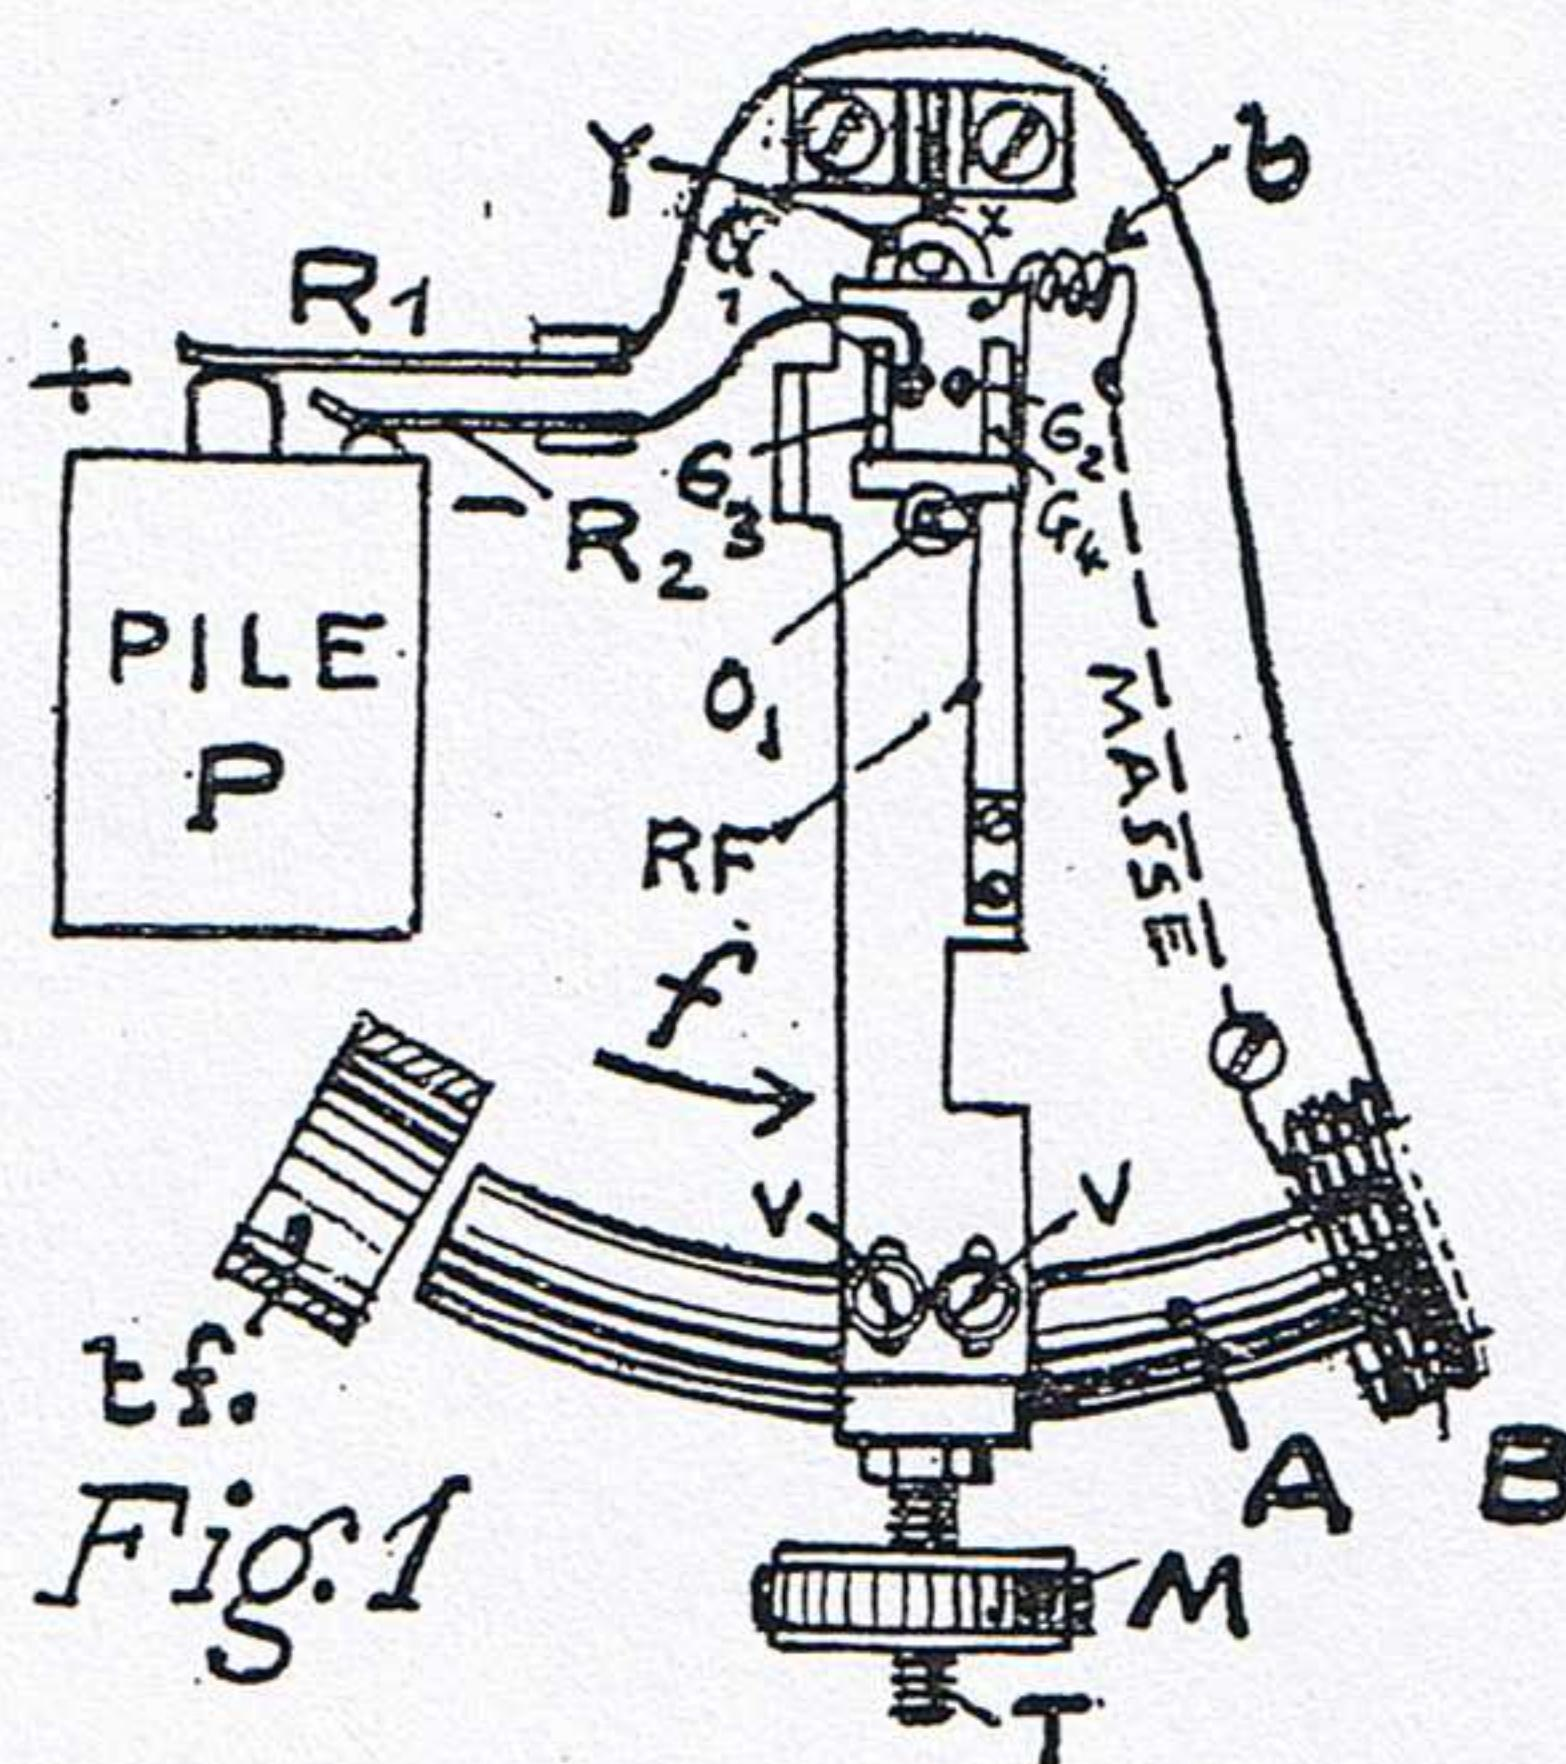

Fig. 1. -- Schéma général des mécanismes horaires « ATO » à courts balanciers
entre les goupilles G_2 et G_4 . Mais, seule, la goupille G_1 est montée sur une plaquette isolée électriquement, et reliée à la borne négative de la pile comme l'indique la fig. 1. Par suite, le courant ne passe que lors des contacts entre la goupille platinée G_1 et la goupille en or G_3 , ce qui permet de réaliser l'entretien des oscillations.
L'aiguille du milliampermètre doit se déplacer dès que le balancier se dirige dans le sens f . (fig. 1). On ne doit pas constater un grand retard du passage du courant par rapport au commencement des courses de sens f .
a) L'axe O_1 (fig. 1, 2 et 2 bis) doit être très propre, bien poli et tourner dans des trous bien huilés, afin que le frottement soit doux et que la rotation de la fourche formée par les goupilles G_3 et G_4 se fasse sans vibrations, ni saccades ;
c) *Retard des aiguilles.* — Pour que les aiguilles avancent régulièrement, il faut que la roue à rochet progresse de une dent à chaque course du balancier en sens f (fig. 1). Il faut donc qu'il ne se produise pas de ratés dans l'encliquetage.
Il faut s'assurer aussi que l'on n'a pas retiré, ni modifié le tube de cuivre électrolytique t_f (voir fig. 1). Ce tube, dans lequel se développent les courants de Foucault, a pour but de freiner les oscillations exagérées du balancier lorsque la pile est neuve.
f) Cas où l'on ne peut corriger suffisamment la marche par la masse de réglage molletée. — Si la pendule continue à retarder légèrement et régulièrement, bien que la masse molletée M (fig. 1), soit en haut de sa course, il suffit de remonter légèrement la bride de l'aimant. Celle-ci est fixée sur le balancier par des vis traversant des trous ovales. On peut, par suite, remonter légèrement l'aimant, ce qui remonte le centre de gravité et permet d'obtenir le réglage lorsque la masse molletée est au milieu de sa course. Au cas où la masse M est en bas de sa course et que la pendule avance, on peut obtenir aussi le réglage en abaissant légèrement la bride d'aimant. En général, il suffit d'un petit déplacement de 1 à $3/10$. (S'assurer que l'aimant est bien placé transversalement et ne risque pas de frotter sur la bobine B ou le tube t_f . Bloquer énergiquement les vis.)